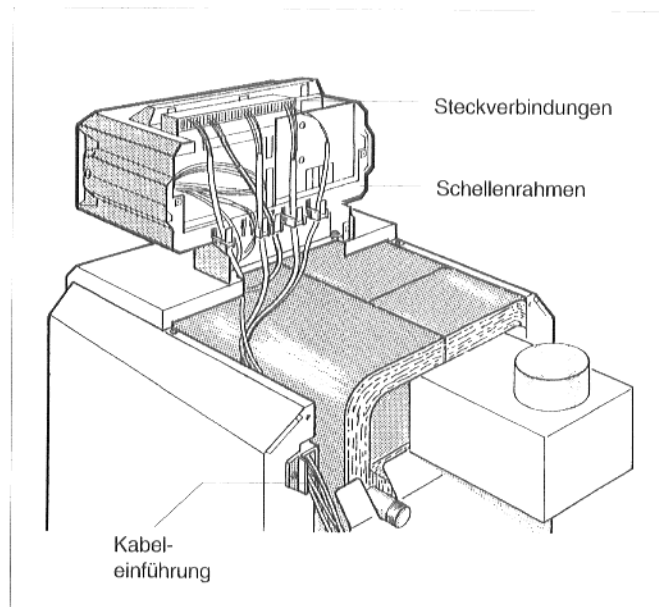
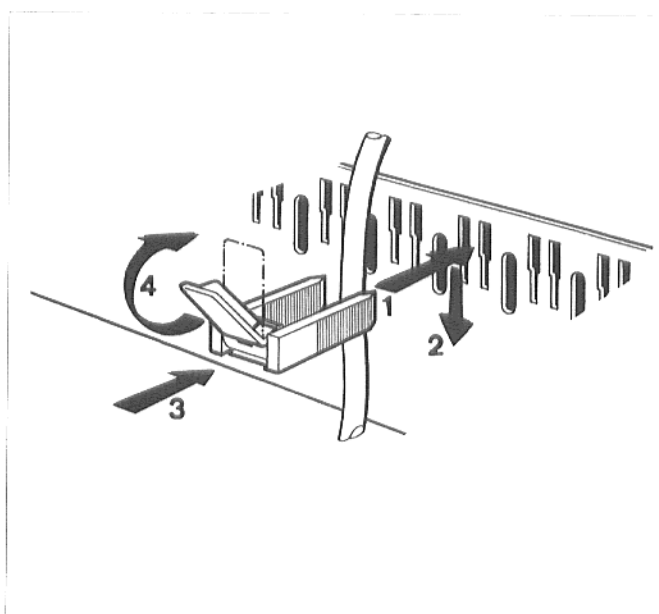

Abb. 13: Kabelführung und Steckverbindungen
Abb. 14: Leitung mit Kabelschelle sichern
- Bauseitige elektrische Anschlüsse nach Schaltplan an den Steckverbindungen herstellen (Abb. 13).
Die Leitungen von hinten durch die Kabeleinführung zum Regelgerät führen (Abb.13).
- Alle Leitungen mit Kabelschellen sichern: Kabelschelle mit eingelegter Leitung von oben in die Schlitz des Schellenrahmens (Abb. 13) einsetzen; der Steg des Hebels muß dabei nach oben zeigen. Kabelschelle herunterschieben und gegendrücken. Hebel nach oben umlegen (Abb. 14).